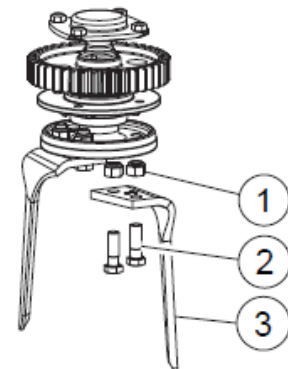

FIG. 25
- Desserrer les deux boulons (2, "Fig. 25").
- Enlever l'écrou (1).
- Extraire la lame (3) latéralement.